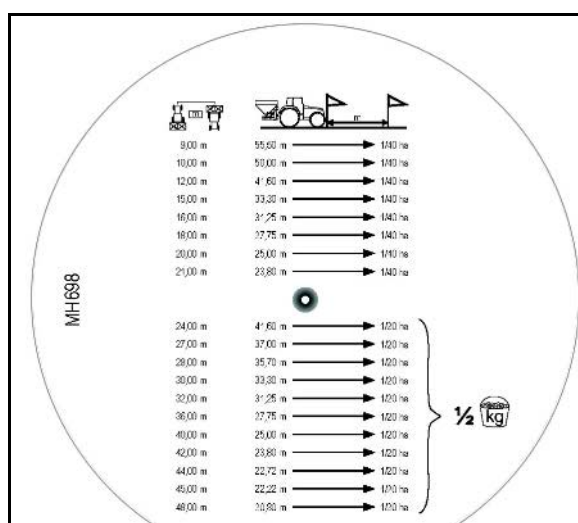

Fig. 57
1. Ta ut vingskruen (Fig. 57/1).